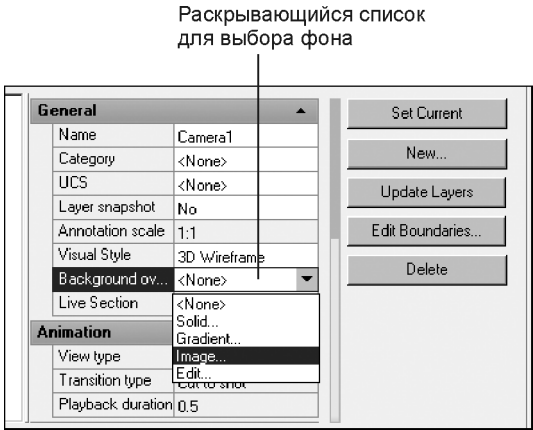

Рис. 8.18. Присоединение фона на виде, созданном камерой
3. Измените нужные свойства камеры в правом поле диспетчера видов. В частности, если в раскрывающемся списке **Background override** (Переопределение фона) выбрать строку **Image** (Изображение) (рис. 8.18), то к виду можно присоединить фон в качестве растрового рисунка.